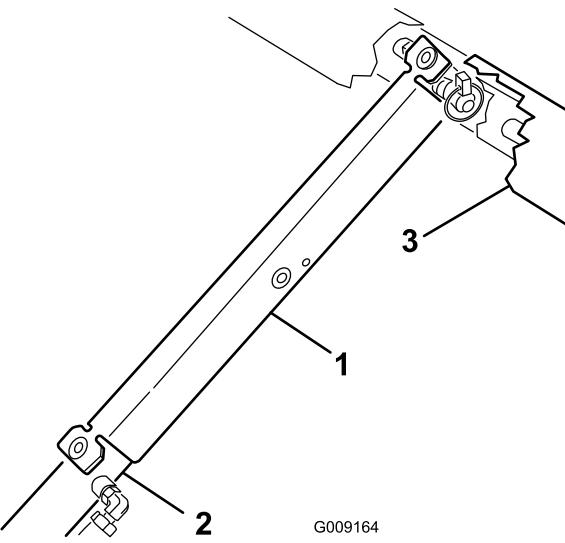

図 31
3. サポートをシリンダロッドにはめ込み、安全サポートの端部でシリンダバーレルの端とシリンダロッドの端を確実に支える図 31。